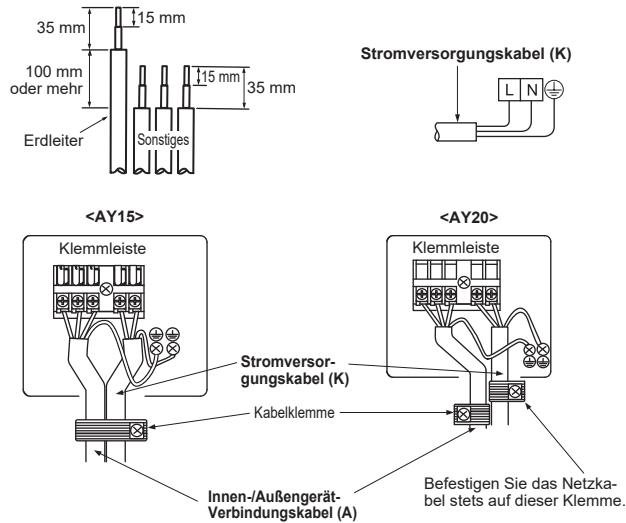

Abbildung 5
- 6) Führen Sie den Ablauchschlauch durch die Wanddurchbruchhülse (C) und haken Sie den oberen Teil des Innengerätes an der Montagetraverse (1) ein. Bewegen Sie das Innengerät dann vollständig nach links, damit Sie die Verrohrung einfacher an der Rückseite des Geräts anbringen können.
- 7) Schneiden Sie den Abstandshalter aus dem Verpackungsstyropor aus und setzen Sie ihn auf die Rippe auf der Rückseite des Innengeräts. (Abbildung 5)